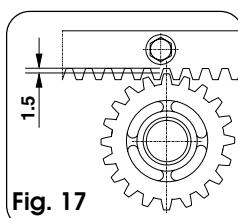

Fig. 17
- Na de installatie van de tandheugel is het, om correct ingrijpen met de pignon te garanderen, goed om de positie van de motorvertraging ongeveer 1,5mm(fig. 17) te verlagen.